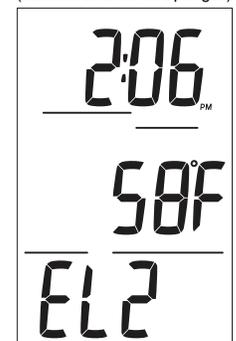

Fig. 5 - ÉCRAN COMPLÉMENTAIRE SURFACE NORM
**ÉCRAN COMPLÉMENTAIRE SURFACE NORM : paramètres affichés (Fig. 5)**